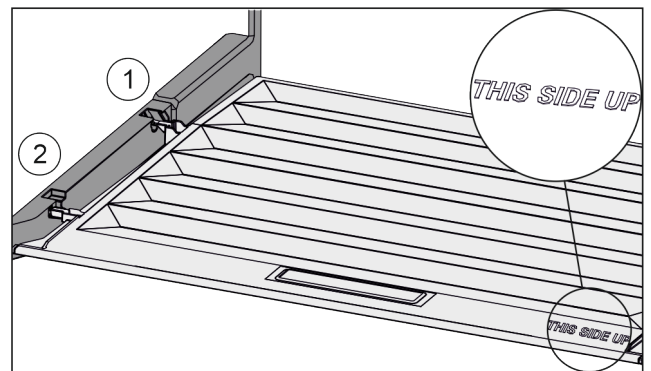

Fig. 107
- Deckelstege über Öffnung der hinteren Halterung Fig. 107 (1) einführen und vorne in Halterung Fig. 107 (2) einrasten.